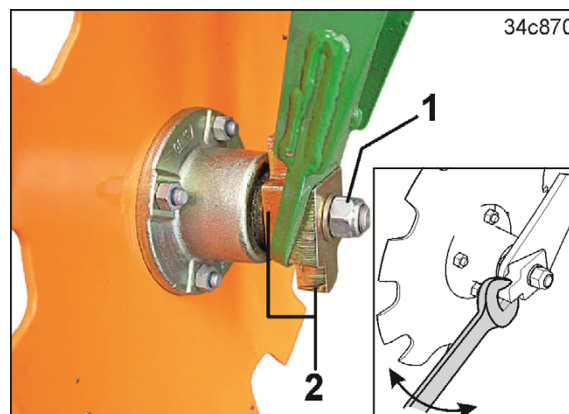

Fig. 209
- 2.1 Løsne 6°kt.mutteren (Fig. 209/1) og dreii markørskiven sammen med kilene (Fig. 209/2).